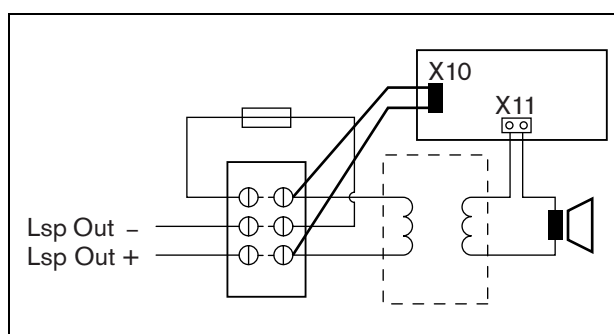

Abb. 12.6: Lautsprecherüberwachungsanschluss
- 3 Schließen Sie die Platine mit den freien Anschlüssen und den Faston-Anschlüssen am Lautsprecher an (siehe Abb. 12.6).